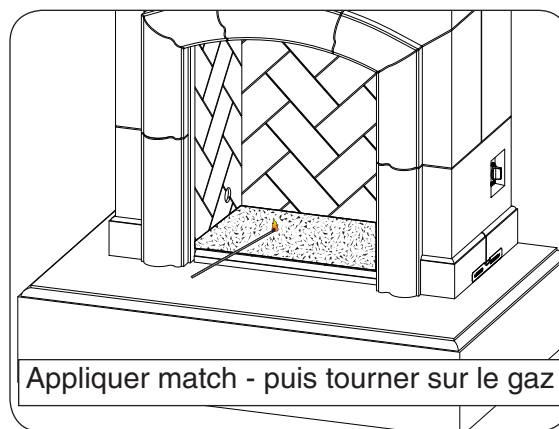

Fig. 18-1
3. Poser une allumette allumée sur la surface du support décoratif près du brûleur (**ne tenez pas l'allumette dans votre main**) ou utilisez une allumette allumée à longue tige / briquet au butane à long manche (Fig. 18-1).